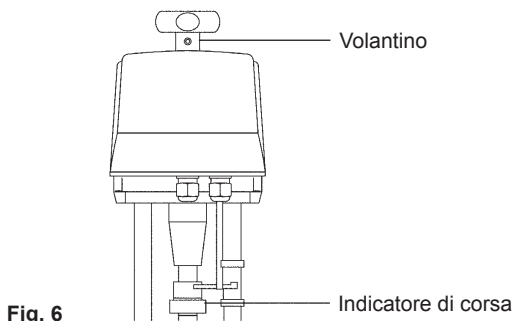

Fig. 6
1. Con le valvole di controllo ad attuazione elettrica, utilizzare il comando manuale posto sulla parte superiore dell'attuatore, per alzare e abbassare lo stelo dell'attuatore tra i due indicatori di corsa situati sul lato del montante (Fig. 6).